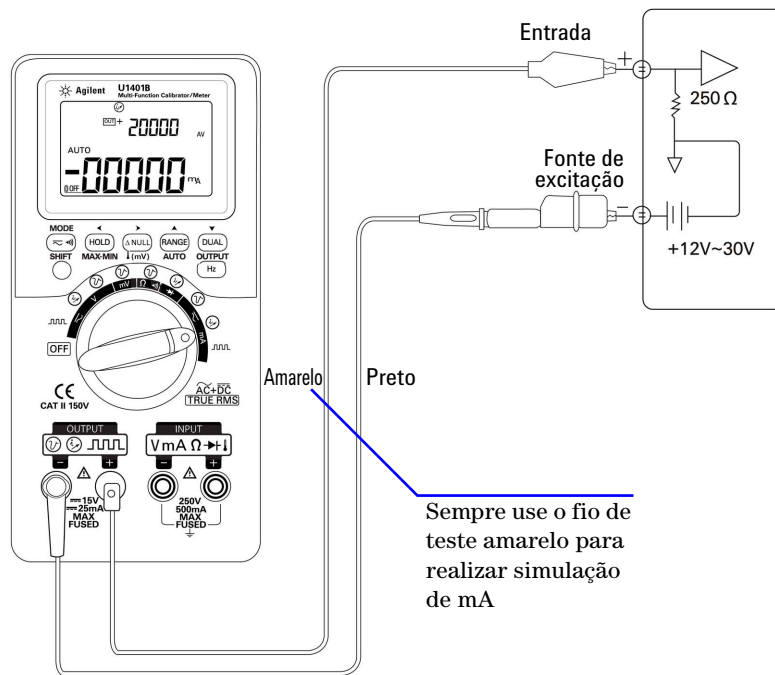

Figura 5-3 Usar o fio de teste amarelo para realizar a simulação de transmissor bifilar
- 2 Conecte o fio de teste amarelo especial entre o terminal de saída positivo do instrumento e o terminal de entrada do dispositivo de medição no loop de corrente. Consulte a Figura 5-3 na página 91.